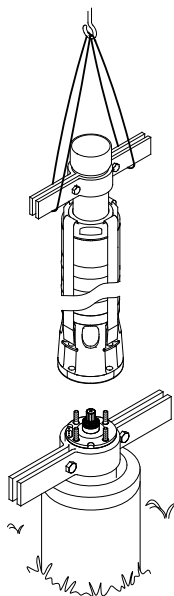

Рис. 14 Подъем и установка насоса
3. Поднимите насосную часть с помощью трубных хомутов, установленных на 50 сантиметровой патрубке. См. рис. 14.